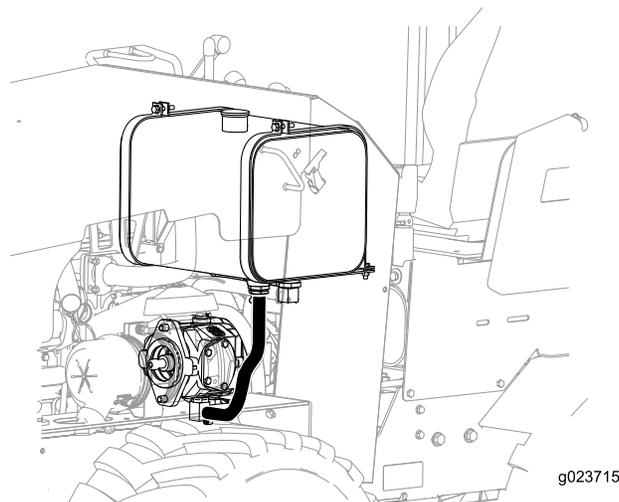

Figura 43
5. Apriete la manguera mostrada en Figura 43 y retire la abrazadera del otro extremo acoplado al adaptador en T.
12. Instale la manguera mostrada en Figura 43.